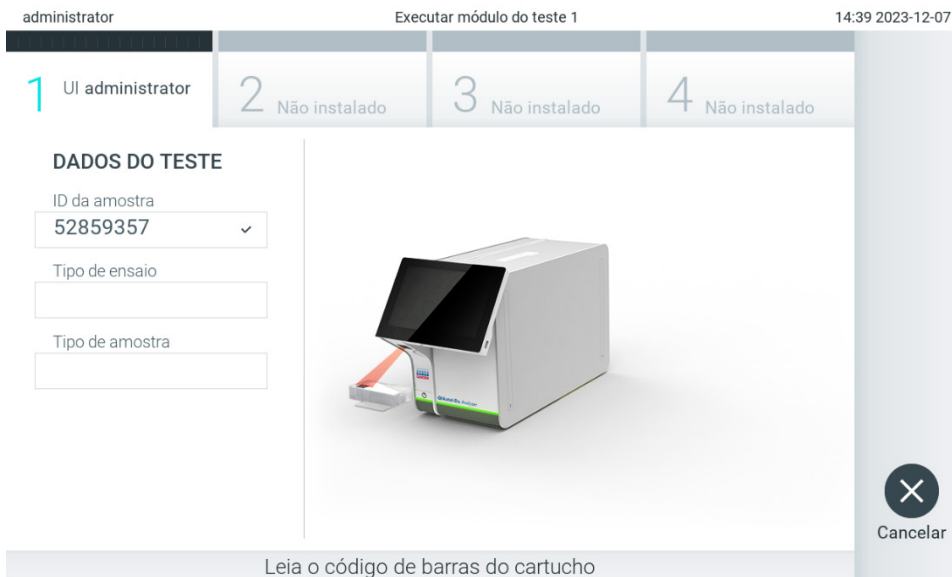

Figura 24. Digitalização do código de barras do cartucho de ensaio QIAstat-Dx.
3. Quando solicitado, digitalize o código de barras do cartucho de ensaio QIAstat-Dx a utilizar. O QIAstat-Dx Analyzer 2.0 reconhece automaticamente o ensaio a executar com base no código de barras do cartucho de ensaio QIAstat-Dx (Figura 24).
Nota: Utilize o código de barras na parte lateral do cartucho (conforme indicado na Figura 24) e não o código de barras na embalagem dos cartuchos.